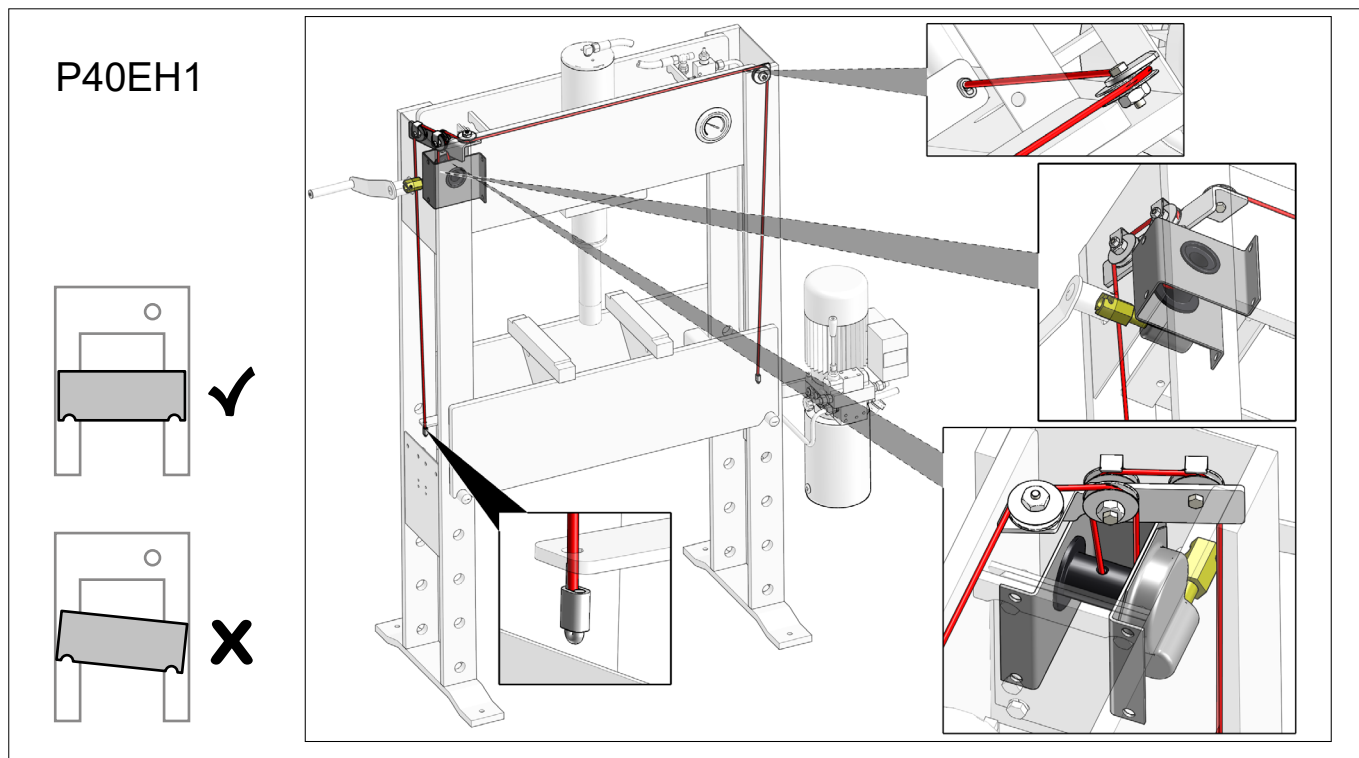
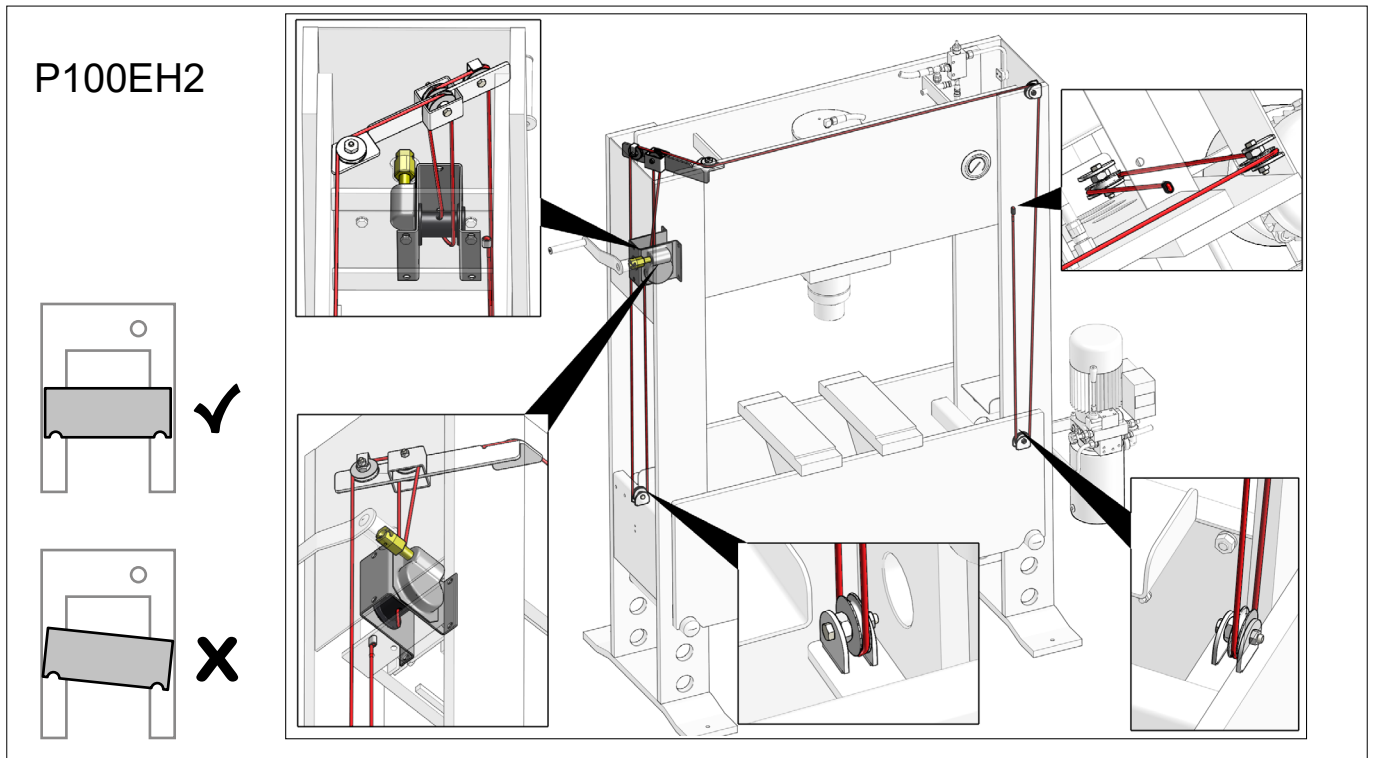

Fig.30
Fig.32
- Spillets wire og wirens fastgørelse (*Fig.30*) - (*Fig.32*)
- Winch and wire for wear and tear (*Fig.30*) - (*Fig.32*)
- Winde und Draht für Verschleiß (*Fig.30*) - (*Fig.32*)
- Treuil et fil pour l'usure (*Fig.30*) - (*Fig.32*)
- Vinsch och tråd för slitage (*Fig.30*) - (*Fig.32*)
- Vinssi ja lanka kulumista varten (*Fig.30*) - (*Fig.32*)
- Lier en draad op slijtage (*Fig.30*) - (*Fig.32*)
- Compruebe que el polipasto y su cable no presenten daños (*Fig.30*) - (*Fig.32*)
- Лебедка и трос на износ (Fig.30) - (Fig.32)
- Verricello e filo per usura (Fig.30) - (Fig.32)